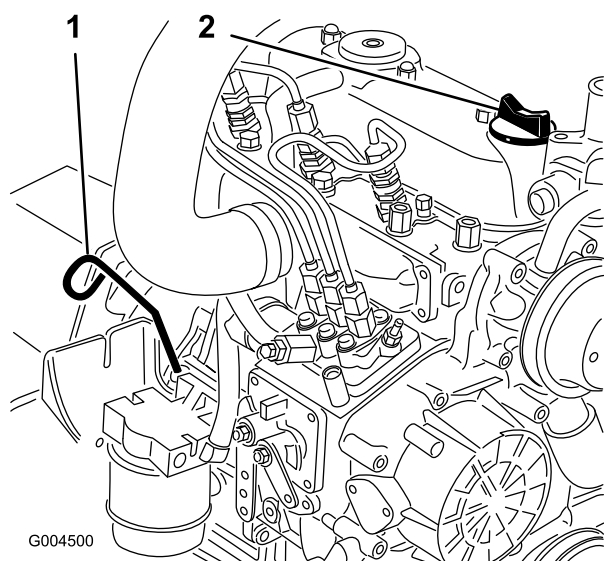

Figure 46
2. Retirez la jauge (Figure 46), essuyez-la sur un chiffon et remettez-la dans le goulot de remplissage. Sortez de nouveau la jauge et vérifiez le niveau d'huile.
3. Si le niveau n'atteint pas le repère maximum, enlevez le bouchon de remplissage (Figure 46) et faites l'appoint jusqu'à ce que le niveau correct soit atteint.